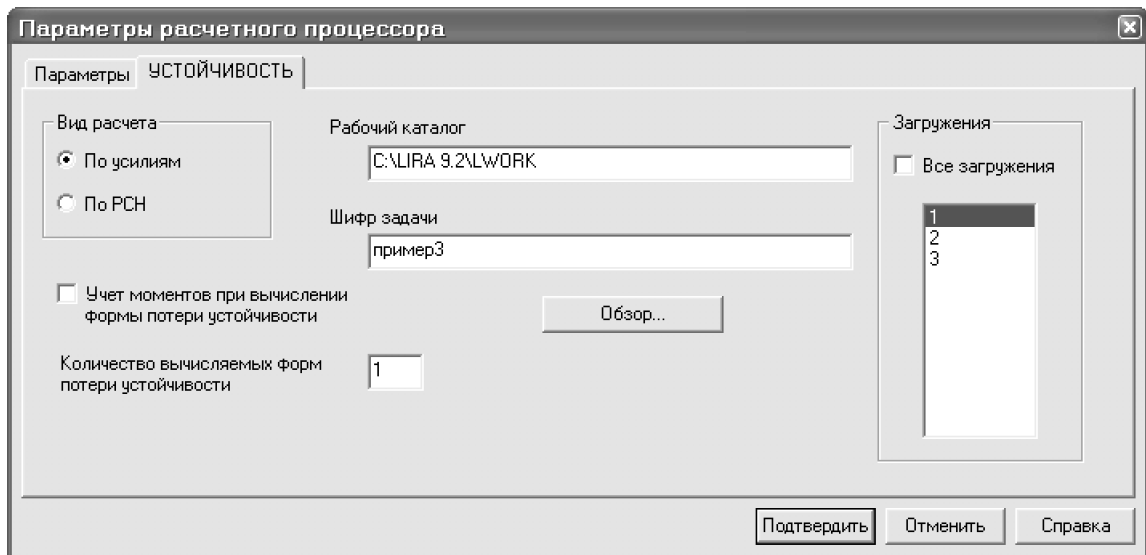

Рис.3.24. Диалоговое окно **Параметры расчетного процессора**
- Для выполнения расчета рамы на устойчивость от первого загружения, вызовите диалоговое окно **Параметры расчетного процессора** (рис.3.24) с помощью меню **Усилия** ⇒ **Устойчивость** ⇒ **Рассчитать** (кнопка  на панели инструментов).